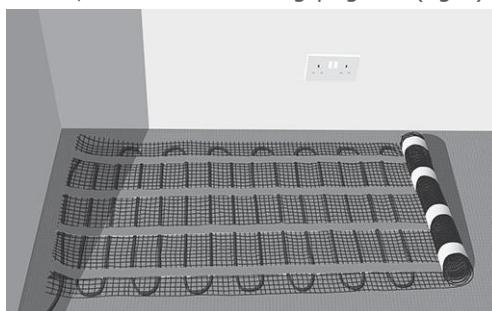
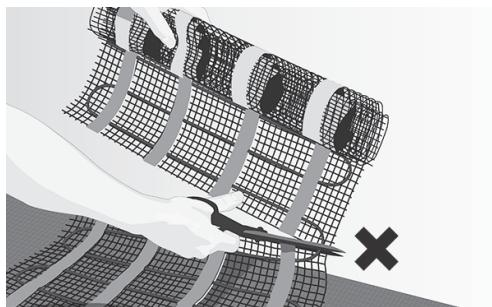
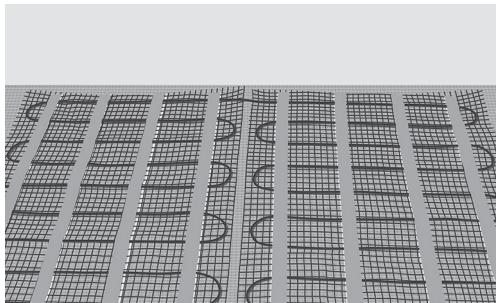

Fig. 4. Rul måtten ud
Fig. 5. Klip og drej uden at beskadige kablet
Fig. 6. Gulv dækket med måtte
8. Rul måtten ud på gulvet med den dobbeltklæbende tape nedad, indtil du når væggen eller en forhindring (fig. 4). Klip nettet og drej måtten for at fortsætte udrulningen. Skær/klip aldrig i kablet (fig. 5). Gentag dette, indtil måttenerudlagt på gulvet (fig. 6).